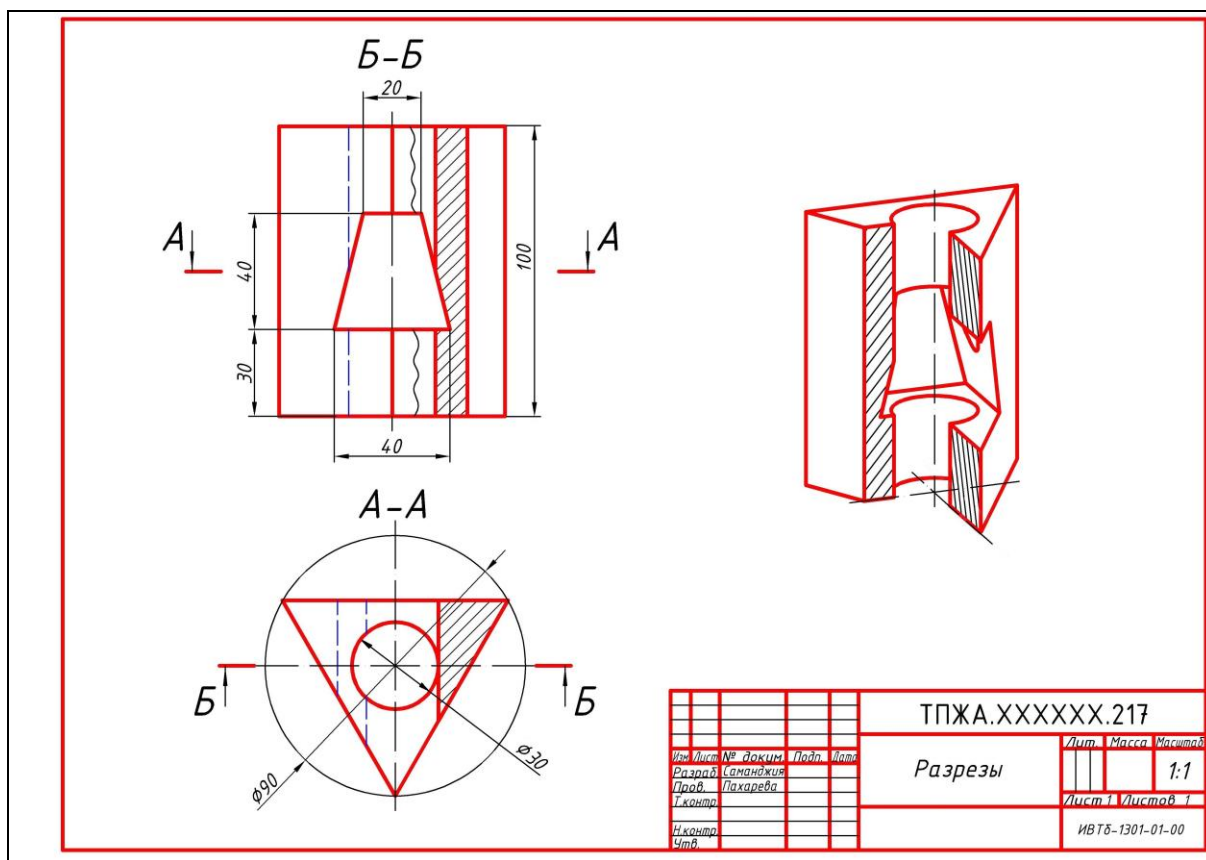

Рис. 12. Чертёж «Разрезы» (пример индивидуального варианта)
1) оформить и подготовить к печати комплексный чертёж «Разрезы», созданный по индивидуальному варианту, согласно требованиям ГОСТ (рис. 12).